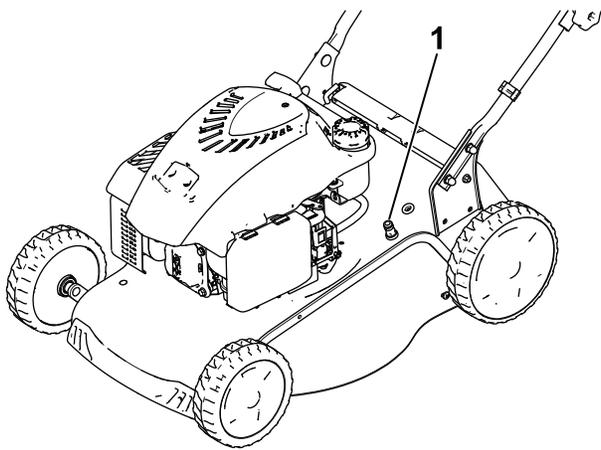

Bild 16
5. Befestigen Sie einen Gartenschlauch, der an einen Wasserhahn angeschlossen ist, am Wasseranschluss (Bild 16).